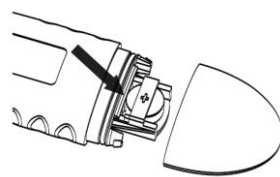

Figura 4
3. Puxe, com cuidado, a placa de plástico com o circuito elétrico onde se encaixa a bateria cerca de 1cm para fora (pouco menos de ½ pol) (veja a Figura 4).